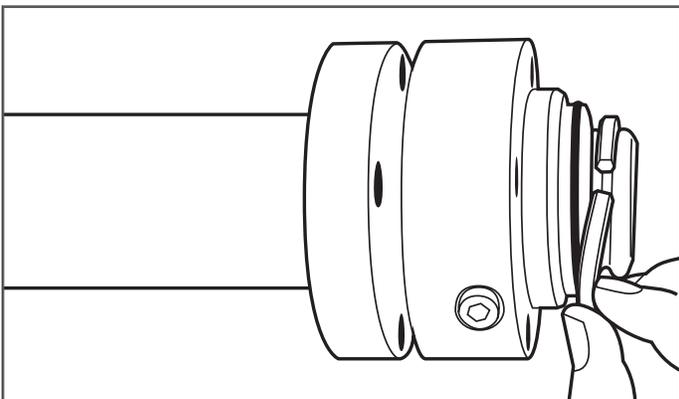

Figura 7-19
20. Deslice sobre el tubo las secciones posterior y media del acoplamiento, e inserte los aros partidos en la ranura de la primera ondulación más cercana a la sección media del acoplamiento. (Figura 7-19)